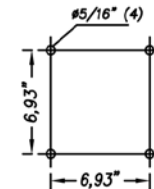

Fig. 2
• Vérifier que le plafond pourra supporter le poids de la hotte. Réaliser les trous au plafond en utilisant un foret de 5/6" et insérer les chevilles (Fig. 2).